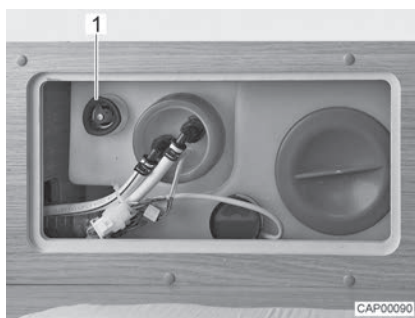

Bild 73 Vattentank med ratt
- Vrid ratten (Bild 73,1) på vattentanken medurs till stoppläget.
- Vrid ratten (Bild 73,1) på vattentanken moturs till motståndet. Vattnet rinner ut tills ca 20 liter är kvar.